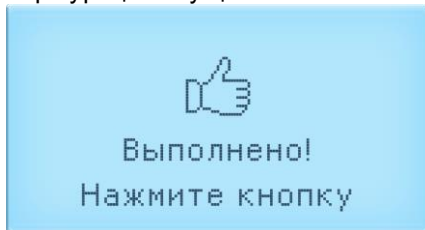
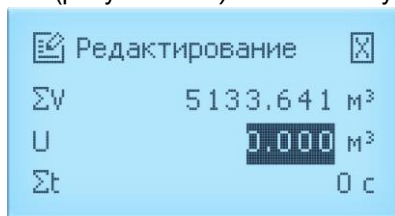

Рисунок 2.13
Рисунок 2.19 – Окно «Редактирование»
Если пароль набран правильно, то на индикаторе появится сообщение «Выполнено! Нажмите кнопку» (рисунок 2.13). Для перехода к редактированию значения параметра нажать любую кнопку. Редактирование значений параметров конфигурации осуществляется в соответствии с п. 2.5.4.3.
2.5.7.3 Если пароль набран правильно, то на индикаторе появится сообщение «Выполнено! Нажмите кнопку» (рисунок 2.13). Для перехода к окну «Редактирование» (рисунок 2.19) нажать любую кнопку.
Для возврата к окну «Редактирование» (рисунок 2.19) без сохранения изменений:
2.5.7.6 Для возврата к экрану №5 «Счетчики» в окне «Редактирование» (рисунок 2.19):